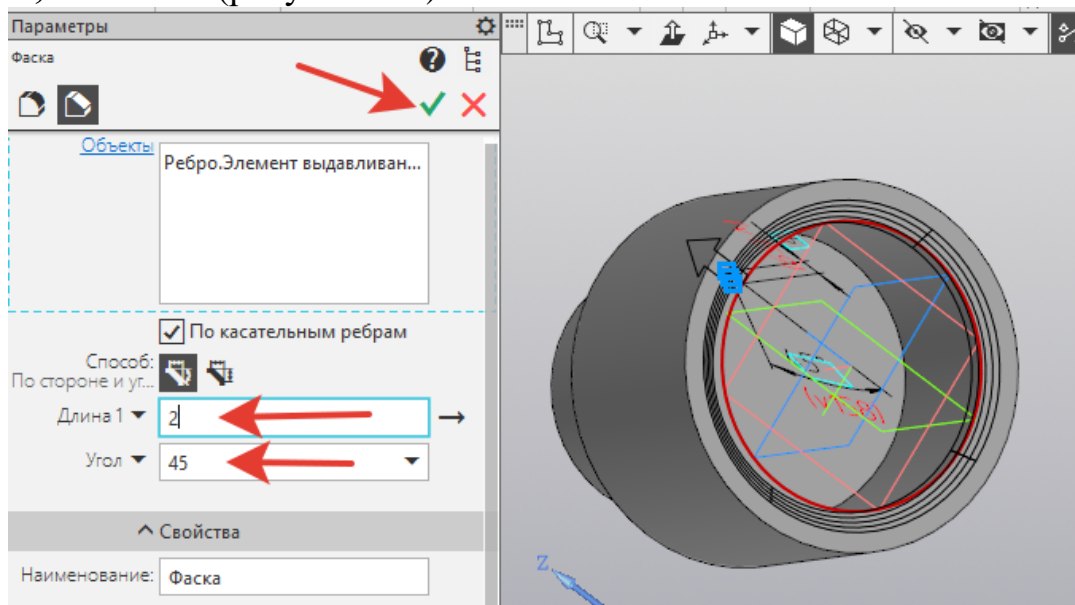

Рисунок 120.
11. Нажмите кнопку **Фаска**, выберите **Способ - По стороне и углу**, **Длина - 2**, **Угол - 45** (рисунок 120).